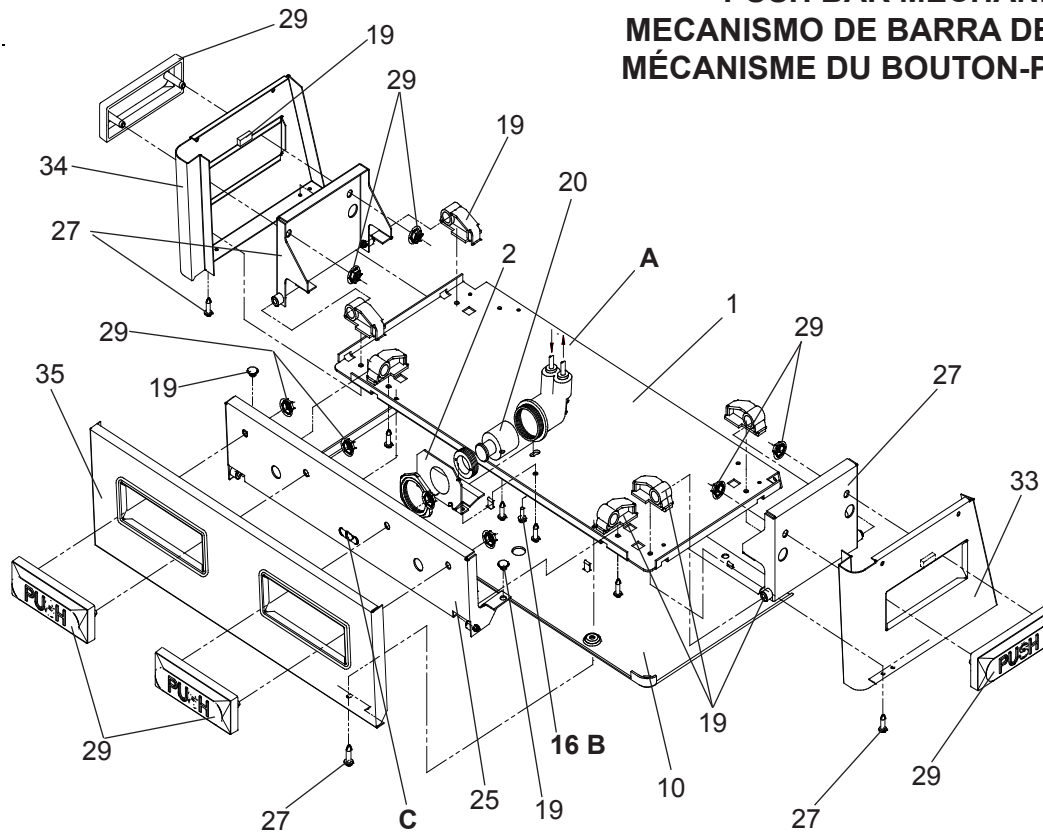

Fig. 4
See Fig. 4 for Push Bar Mechanism
Vea la Fig. 4 para el Mechanisme de la Barra de Empuje
Voir Fig. 4 pour le Mechanisme de Barre-poussoir
- 4) Hang the cooler on the hanger bracket. Be certain the hanger bracket is engaged properly in the slots on the cooler back as shown in Fig. 4.
- 5) Loosen the two (2) screws holding the lower front panel at the bottom of cooler base and two (2) screws at the top. Remove the front panel and set aside.
- 8) Stream height is factory set at 45-50 PSI. If supply pressure varies greatly from this, adjust screw, accessible by removing front push panel (Item 35 , Fig. 4). CW adjustment will raise stream and CCW adjustment will lower stream. For best adjustment, stream should hit basin approximately 6-1/2" (165mm) from bubbler.
- 9) Replace the front panel and secure by retightening four (4) screws.
- 4) Installez le refroidisseur sur les supports en vous assurant que ceux-ci sont bien installés dans les fentes à l'arrière du refroidisseur tel qu'indiqué à la figure 4.
- 5) Dégagez les deux (2) vis retenant le panneau inférieur avant au bas de la base du refroidisseur ainsi que deux (2) vis sur le dessus. Retirez le panneau avant et mettez-le de côté.
- 8) Le niveau d'écoulement est réglé en usine à 45-50 PSI. Si la pression varie beaucoup de ce point, ajustez la vis que l'on peut atteindre en retirant le panneau avant (article 31, fig. 4). Si vous ajustez dans le sens des aiguilles d'une montre, le jet augmentera et dans le sens contraire, le jet diminuera. Le meilleur ajustement est lorsque le jet frappe le bassin à environ 6-1/2" (165mm) du barboteur.
- 9) Remplacez le panneau avant et fixez le en place en resserrant les quatre (4) vis.